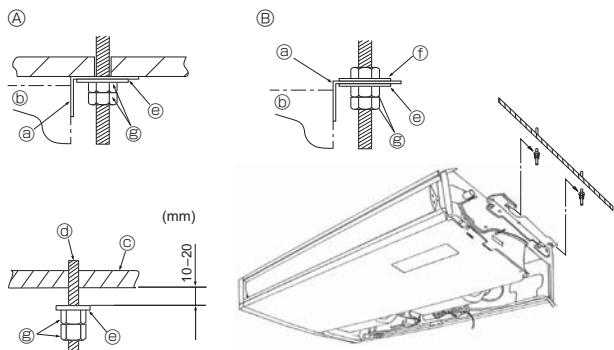

Fig. 3-5
② Ne jamais forcer pour ouvrir la grille d'arrivée d'air ni l'ouvrir dans un angle supérieur à 120° sinon vous risqueriez d'endommager les charnières.
3.3. Installation de l'appareil intérieur (Fig. 3-5)